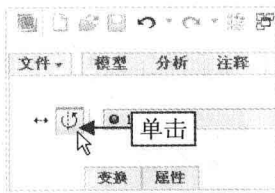

图 14-35 单击相应按钮
Step 09 弹出“选择性粘贴”对话框,选中“对副本应用移动/旋转变换”复选框,单击“确定”按钮,弹出“移动:复制”选项卡,单击“相对选定参考旋转特征”按钮,如图 14-35 所示。